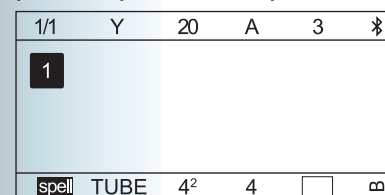

Рисунок 4.1-3
- 3) Нажмите клавиши [←]/[→] для выбора размера трубки после установки. Нажмите клавишу [Enter], чтобы войти в режим ввода, где можно редактировать содержимое. (Рис. 4.1-3)